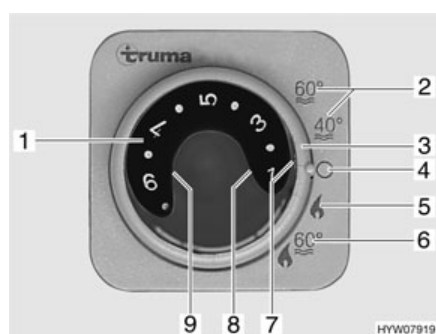

Fig. 178 Unité de commande pour chauffage/chauffe-eau
- Régler le mode de régime à l'aide de l'interrupteur tournant (Fig. 178,3).
Le chauffage règle le degré d'allumage automatiquement en fonction de la température ambiante requise. Une fois que la température ambiante désirée est atteinte, le brûleur s'éteint. La température intérieure est mesurée avec la sonde de température qui se trouve à côté du panneau de contrôle. En mode "Chauffage et chauffe-eau" (Fig. 178,6) l'eau est également chauffée dans le chauffe-eau. Il est possible de faire fonctionner le chauffage en mode "Chauffage sans chauffe-eau" (Fig. 178,5) et le chauffe-eau vide.
- Régler le bouton tournant de température (Fig. 178,1) de l'unité de commande sur la température de chauffage désirée.
- Régler l'interrupteur tournant (Fig. 178,3) en régime hiver "Chauffage sans chauffe-eau" (Fig. 178,5) ou en régime hiver "Chauffage et chauffe-eau" (Fig. 178,6).
Le voyant de contrôle vert (Fig. 178,7) s'allume.
- Régler l'interrupteur tournant (Fig. 178,3) sur "O" (Fig. 178,4).
La combinaison régime au gaz et régime électrique 230 V permet de raccourcir la période de chauffage (uniquement possible lorsque le chauffage sur l'unité de commande (Fig. 178) est réglé sur régime hiver).